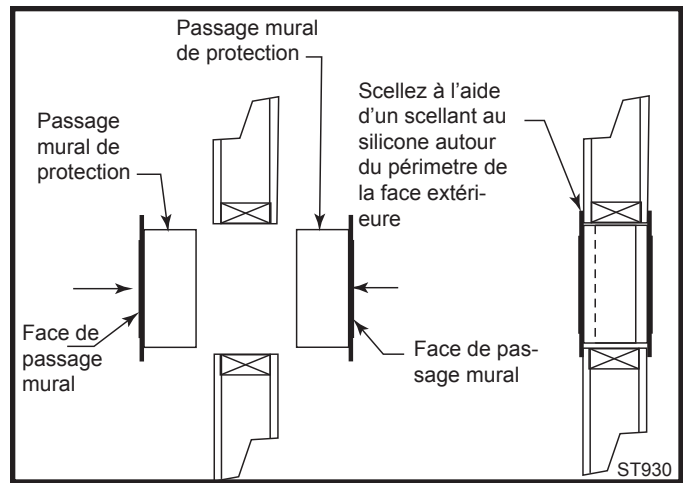

Fig. 40 Passage mural.
5. Lorsque requis, installez le côté extérieur du passage mural (WT) en premier et vissez-le ou clouez-le en place. (Fig. 40) Scellez autour du périmètre de la plaque de passage mural sur le mur extérieur en utilisant un scellant en silicone afin de vous protéger contre de possibles infiltrations d'eau. (Fig.40)
NOTA : Si une montée verticale est nécessaire du côté extérieur du bâtiment, une sortie de type périscope de 14" (356 mm) ou 36" (914 mm) est requise. Suivez les procédures d'installation pour les sorties d'échappement de ventilation horizontale. Si une sortie d'échappement de type périscope doit être installée sous le niveau du sol, un puit de fenêtre avec un drainage adéquat et respectant les codes locaux est recommandé. Laissez 2" (51 mm) de dégagement sous la sortie d'échappement de type périscope pour prévenir toute infiltration d'eau. Ne pas enfermer ce type de sortie dans un mur au tout autre espace fermé et **ne jamais le remplir**. Assurez-vous que la pente du terrain s'éloigne du bâtiment. (Fig.40)